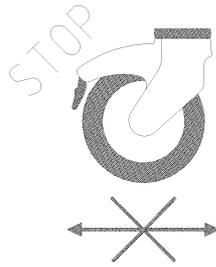

Abbildung 4-1: Feststellen der Rollen
2) Arretieren Sie bei Kühltheken, die mit Rollen ausgestattet sind, die Rollen mit den Feststellern (Abbildung. 4-1).